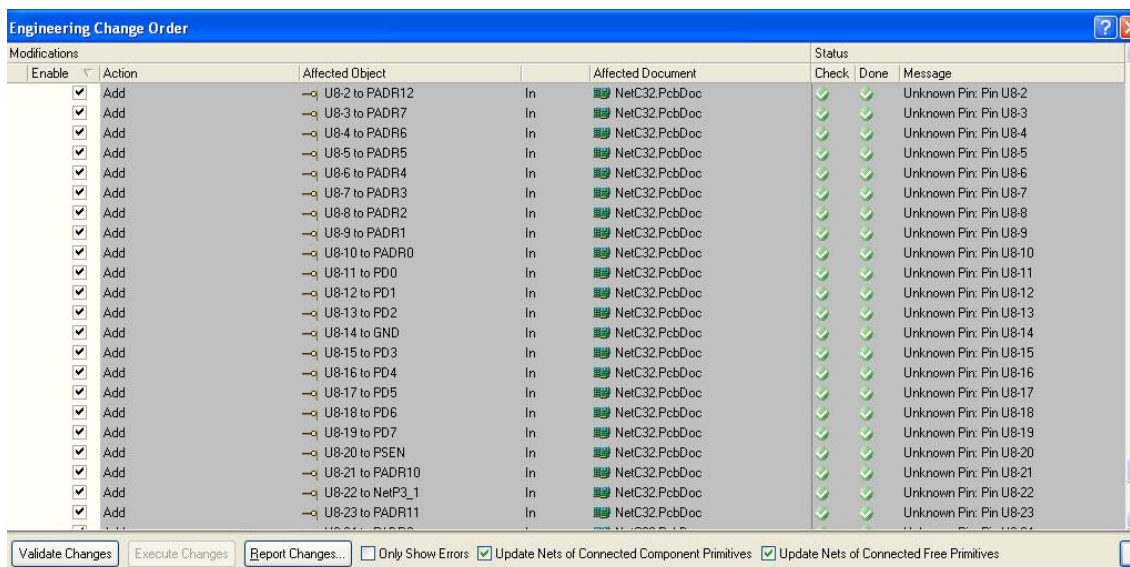

Figura 3.49 Generación de instrucciones ECO
12. Validar y Ejecutar para realizar la Generación de instrucciones ECO. Figura 3.49